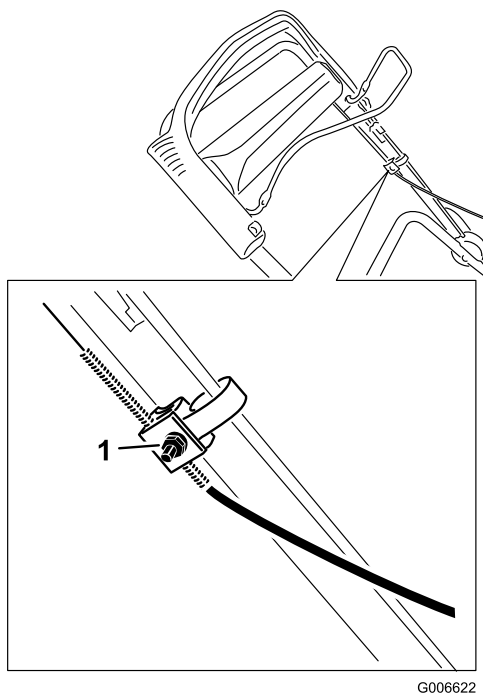

Figura 25
3. Allentate il dado sul serrafilo per cavi (Figura 25).